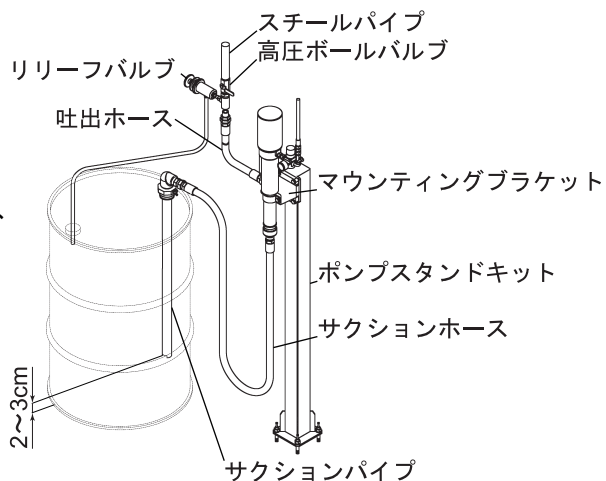

Fig.4
- 1) マウンティングブラケットのポンプ固定用バンドのボルトを緩め、バンドを取り外してください。(Fig.4)